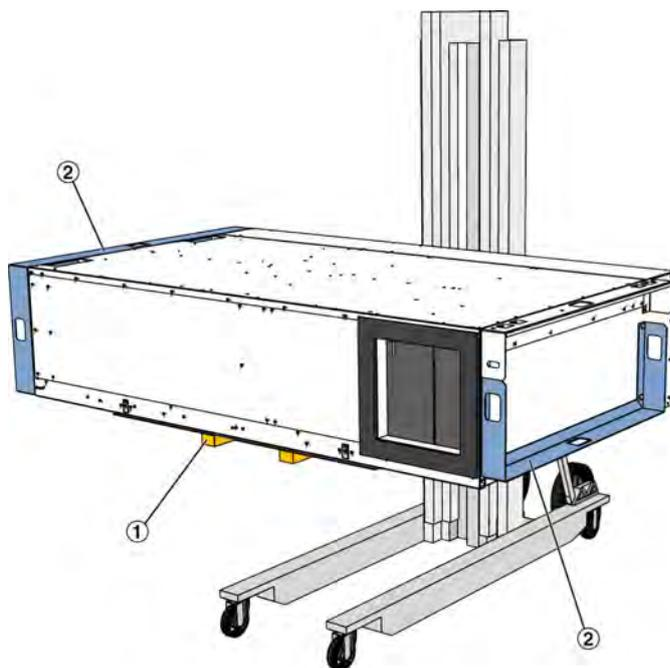

Abb. 17: Bauteil 2 auf Montagelift legen
11. ▶ Den Montagelift (Abb. 17 /1) an die Stelle fahren, an der die Deckemontage erfolgen soll. Bauteil 2 mit den Deckeln nach unten auf den Montagelift legen. Hierbei beachten, das die lackierte Oberfläche des Gerätes nicht beschädigt wird zum Schutz z.B. Pappe zwischen Lift und Gerät legen.
12. ▶ Am Bauteil 2 die beiden Transporthilfen (Abb. 17 /2) demontieren, die Schrauben wieder im Gerät einschrauben.